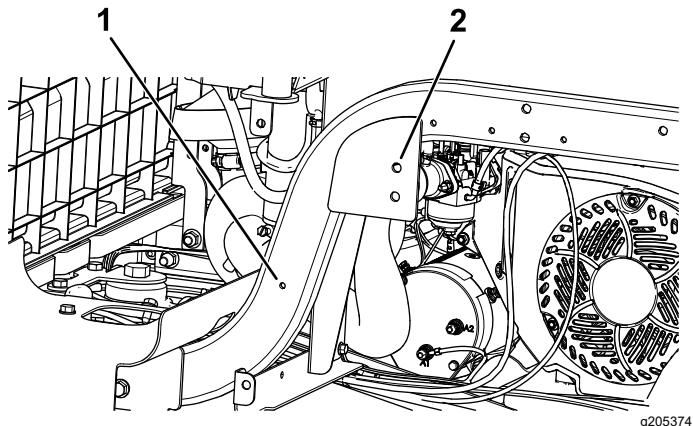

Figura 20
1. Alinhe um suporte do ROPS com os 2 furos por trás da base do banco e o furo para a frente da calha da estrutura como se mostra na Figura 20.
3. Marque os locais dos furos para o suporte do ROPS (Figura 20).